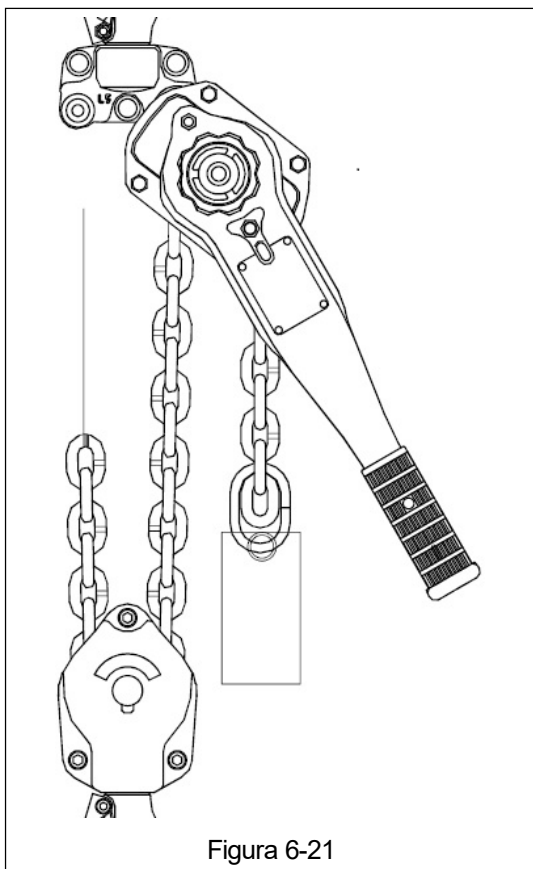

Figura 6-21
- 6.5.10.2 Introduzca la cadena en el bloque inferior del gancho, asegurándose de que las soldaduras estén orientadas hacia la roldana inactiva. Consulte la Figura 6-21.
- 6.5.11.2 Introduzca la cadena en el bloque del gancho inferior, asegurándose de que las soldaduras estén orientadas hacia la roldana inactiva. Consulte la Figura 6-21.